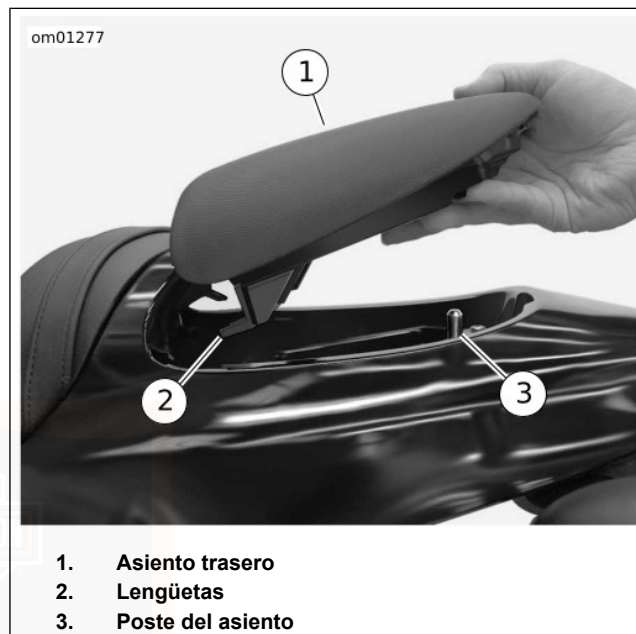

Figura 75. Asiento trasero del pasajero: modelo XR 1200
1. Vea la Figura 75. Levante la parte trasera del asiento trasero para desenganchar la arandela aislante del poste del asiento.
1. Vea la Figura 75. Inserte el asiento trasero dentro del portaequipajes, alineando las lengüetas en el asiento trasero con las ranuras en el portaequipajes.